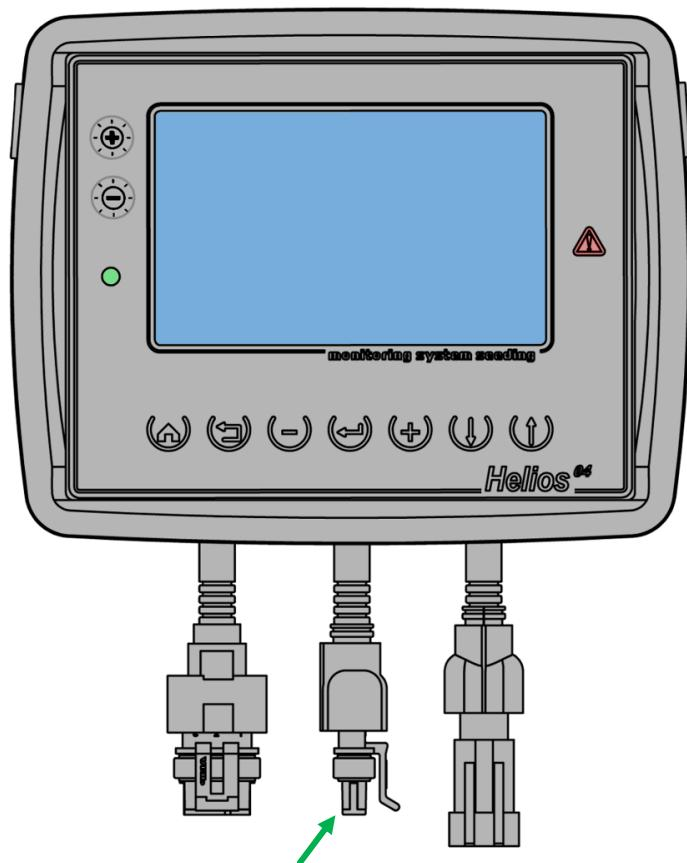

Рисунок 57 Кабельный ввод жгута связи RS-485
1. Отключите все датчики от кабельного ввода жгута связи на панели оператора (четырехконтактный разъем, см. Рисунок 57).
2. Датчик, которому нужно установить новый программный адрес, подключите к кабельному вводу жгута связи на панели оператора (см. Рисунок 57).